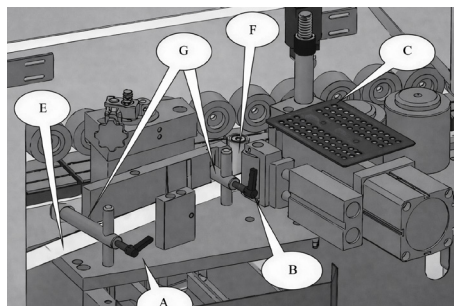

Figura 5
- Coloque a fita E na abertura G (veja a figura 5). Posicione o poste A, B, C em uma altura adequada de acordo com a largura da fita.